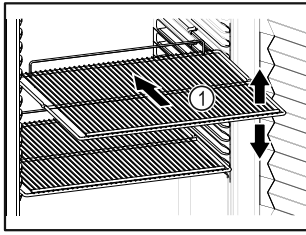

Fig. 31
- Wenn Abstellroste Fig. 31 (1) versetzbar sind, je nach Höhe anpassen.